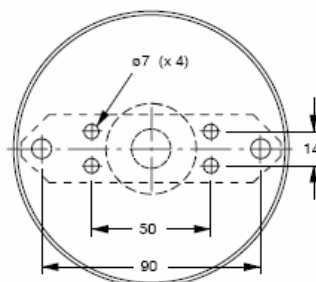

Abb.1
- Antrieb mit Joch auf das Regelventil aufsetzen. Während des Aufsetzens Distanzring und Jochmutter über die Ventilspindel fallen lassen. Den Distanzring wie in Abb.1 aufsetzen, Jochmutter aufschrauben und anziehen (ca.160 Nm).